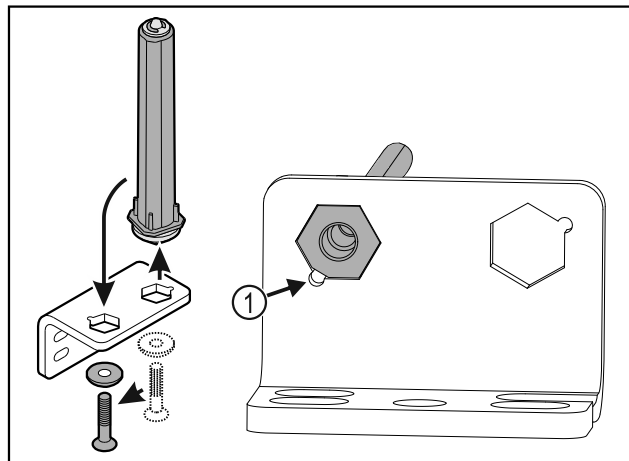

Fig. 22
- ▶ Bodite pozorni, da pri vstavljanju izravnalne točke sornika Fig. 22 (1) kažejo v smeri okrogle luknje.